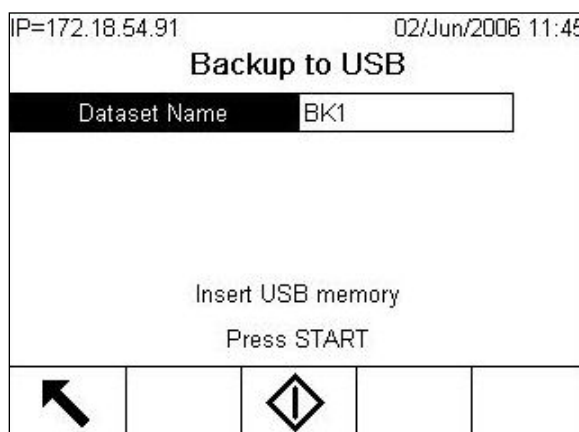

Figure 4-6 : Sauvegarde vers USB
2. Accédez à **Configuration > Maintenance > Exécution > Sauvegarde vers USB**. L'écran illustré sur la Figure 4-6 s'affiche.